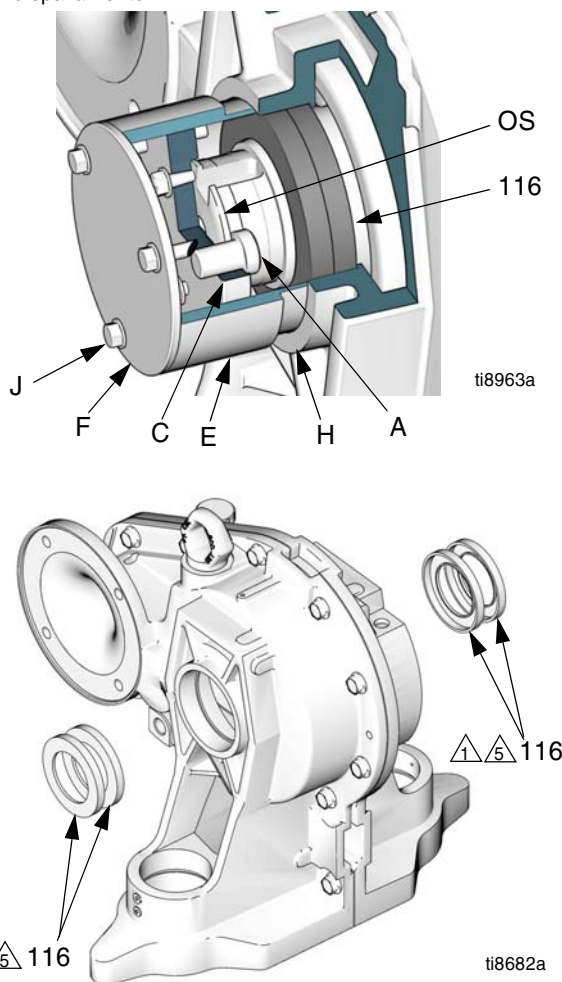

FIG. 9: Kit di tenute del riduttore
- c. Vedere FIG. 9. Posizionare **una** tenuta di uscita (116) sull'albero di uscita (OS) con i labbri rivolti all'interno.
- d. Rimuovere le viti per lamiera metallica (D) dall'attrezzo (C). Inserire l'attrezzo (C) sull'albero di uscita (OS), montando una vite (A) nella cava dell'albero. Girare l'attrezzo di 90°. Serrare le viti (G) per bloccarlo sull'albero.
- e. Appoggiare l'attrezzo di installazione (E) contro la tenuta (116) come illustrato.
- f. Installare il coperchio dell'attrezzo (F) e serrare in modo uniforme le viti (J) in modo da portare in sede la tenuta sull'albero di uscita (OS). Ruotare ogni vite da 1-1/2 a 2 giri, procedendo secondo uno schema circolare. Fermarsi quando l'attrezzo si trova a circa 3,2 mm (1/8 in.) dall'esterno del corpo e si avverte che la tenuta è entrata nella sua sede nel corpo.
- h. Ripetere per la seconda tenuta (116). Fermarsi quando la tenuta è a filo con il corpo. La tenuta sarà a 3 mm (0,120 in.) dal getto. Il passo misurato sull'attrezzo sarà 12 mm (15/32 in.). Effettuare tre misurazioni a distanza di 120° dalla superficie della tenuta alla superficie del corpo (H). Le tre misure devono essere entro 0,5 mm (0,020 in.). In caso contrario, ripetere i punti d - f. Rimuovere il nastro.